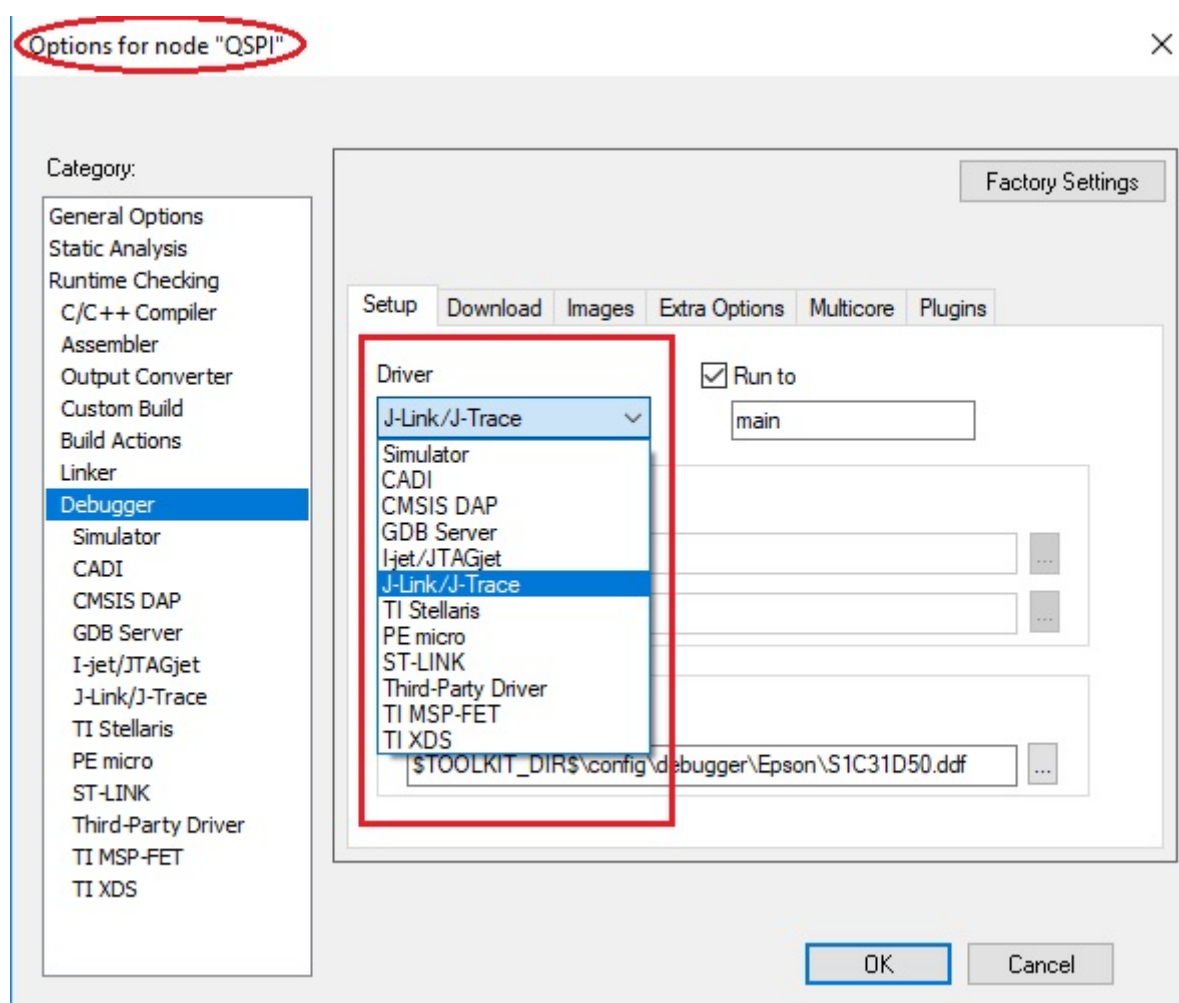

図 2.3.4.1 デバッグプローブの設定
- (1) IAR EWARM メニューの [プロジェクト] > [オプション] を選択します。
- (2) 表示されたダイアログの [カテゴリ] リストから [デバッグ] を選択します (図 2.3.4.1)。
- (3) [設定] タブを選択し、[ドライバ] のドロップダウンリストから使用するデバッグプローブの種類を選択します。I-jet を使用する場合は “I-jet/JTAGjet”、J-Link を使用する場合は “J-Link/J-Trace” を選択してください (図 2.3.4.1)。